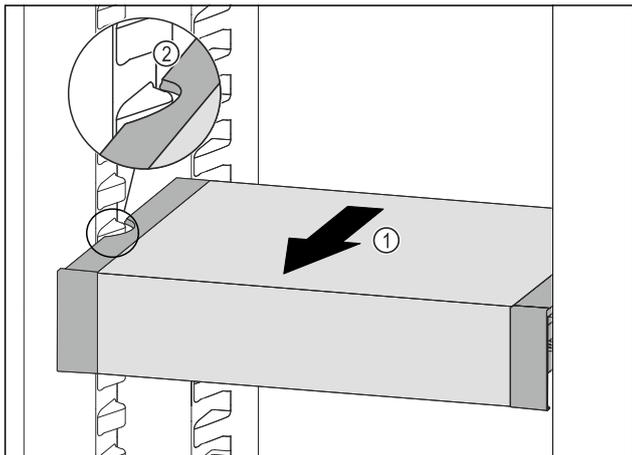

Fig. 111
- ▶ Tire del VarioSafe hacia delante Fig. 111 (1) hasta que los huecos laterales del VarioSafe se encuentren a la altura de la nervadura del recipiente en el compartimento del frigorífico. Fig. 111 (2)